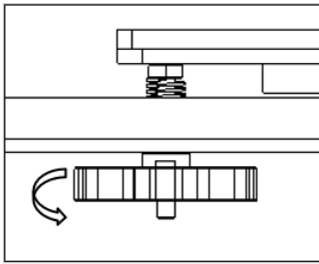

Fig 1
Paso 2: Apriete las tuercas manuales debajo de la cama para bajar la cama a la posición más baja (Fig. 1).